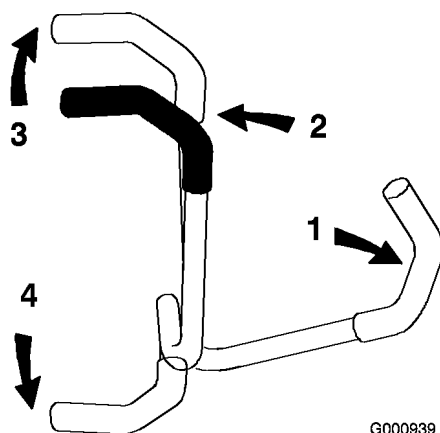

Figure 18
1. Mettez les leviers de commande de déplacement (Figure 18) en position de verrouillage du point mort.
3. Pour vous déplacer en marche avant, poussez doucement les leviers de commande de déplacement vers l'avant (Figure 18).
Pour vous déplacer en ligne droite, appliquez une pression égale sur les deux leviers de déplacement (Figure 18).
Pour tourner, rapprochez du point mort le levier de commande correspondant à la direction que vous voulez prendre (Figure 18).
2. Pour vous déplacer en marche arrière, tirez doucement les leviers en arrière (Figure 18).
Pour tourner, relâchez le levier de commande correspondant à la direction que vous voulez prendre (Figure 18).